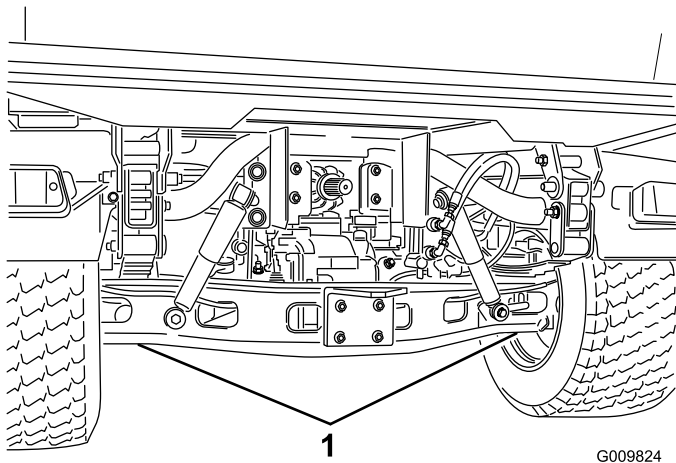

Bild 36
- Die Hebestelle vorne an der Maschine befindet sich unter der vorderen mittleren Rahmenstütze (Bild 35) und hinten unter der Achse (Bild 36).